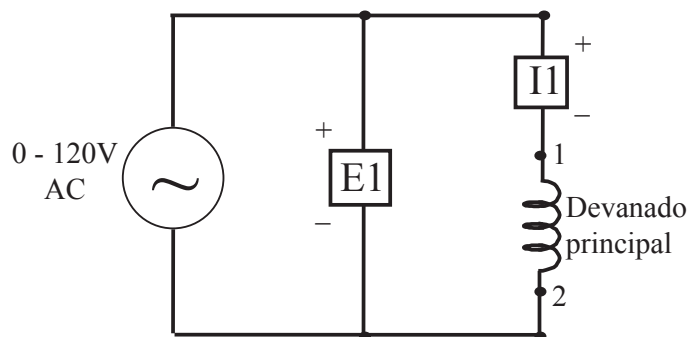

Figura 9: Motor de arranque por condensador
20. Utilizando el módulo de motor con condensador de arranque, montar el circuito de la figura 9, siguiendo las recomendaciones proporcionadas al principio del procedimiento. Recordar que la fuente variable de 0-120 Voltios AC se encuentra entre los puntos de conexión cuatro, cinco o seis y el punto N de la fuente de alimentación.